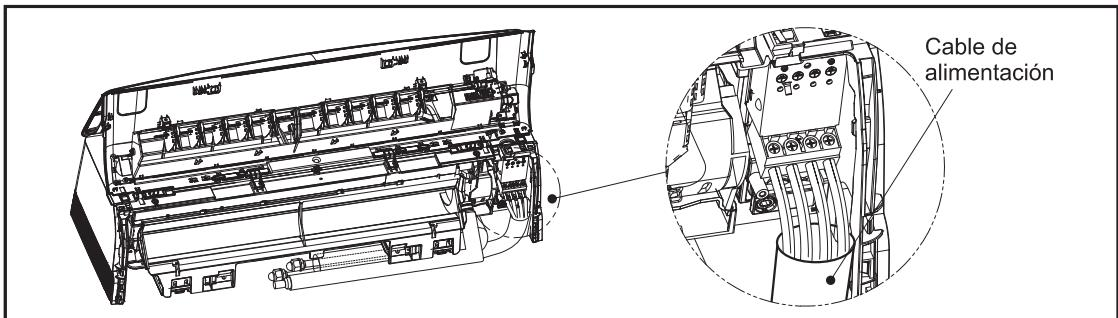

Fig. 18
- 8) Conecte el cable de alimentación eléctrica (Fig. 18).